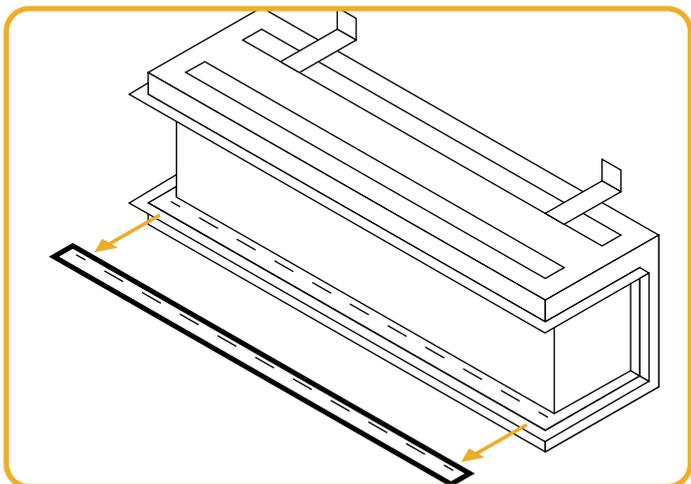

Figure.9.1 | Retirer la bande de retenue en verre
- Retirez, si nécessaire, les vis de la bande de fixation. Voir figure 9.1.